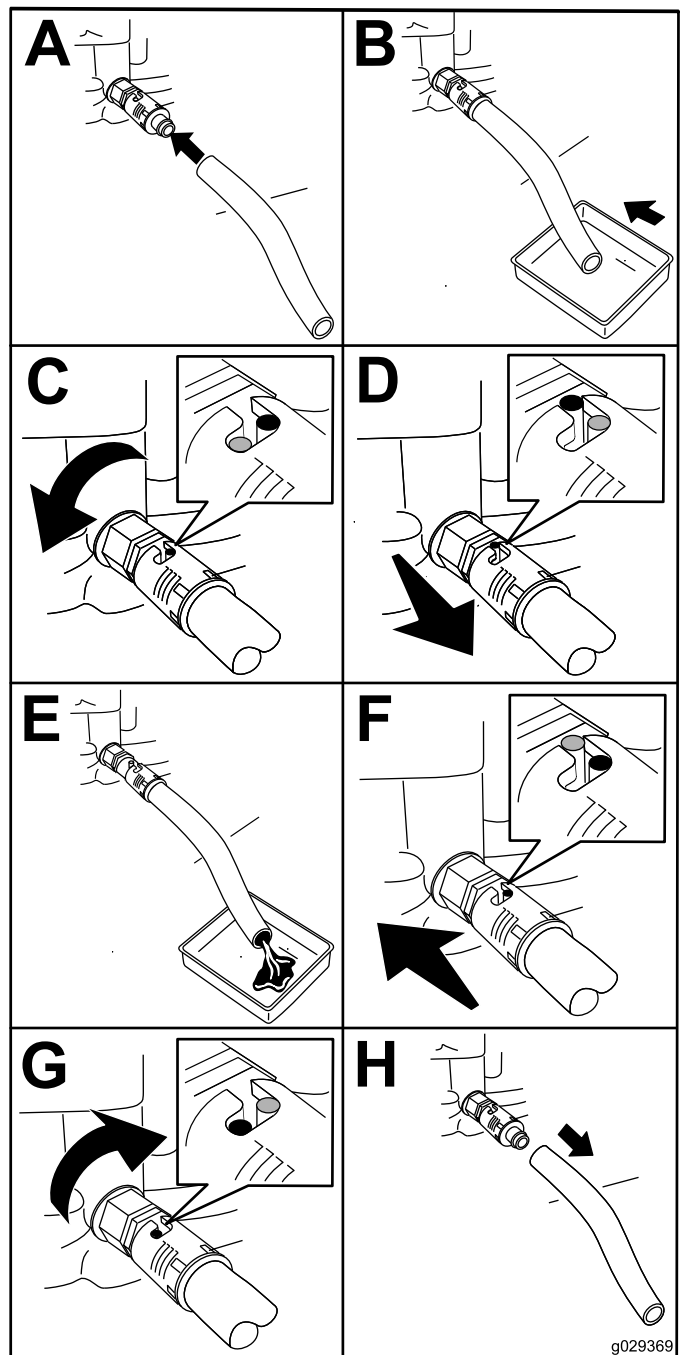

Рисунок 31
4. Установите сливной шланг на сливной клапан (Рисунок 31).
5. Поместите другой конец шланга в подходящий контейнер для масла (Рисунок 31).
6. Поверните маслосливной кран на  $\frac{1}{4}$  оборота против часовой стрелки, чтобы начать слив масла (Рисунок 31).
7. После того как все масло стечет, закройте маслосливной кран, повернув его на  $\frac{1}{4}$  оборота по часовой стрелке (Рисунок 31).